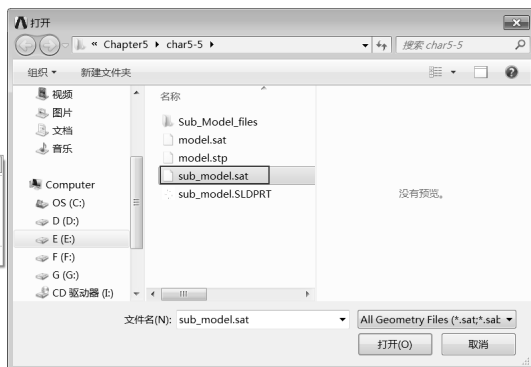

图 5-191 选择几何文件
Step3：在弹出的“打开”对话框中选择几何文件 sub_model.sat，如图 5-191 所示。